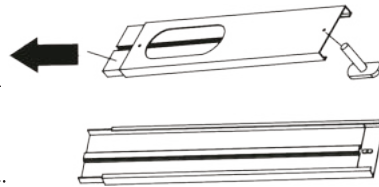

Fig. 2
- 그림과 같이 나사를 구멍에 삽입한 후 체결해 주십시오. (나사가 들어가는 방향 주의)(Fig. 2 참조)